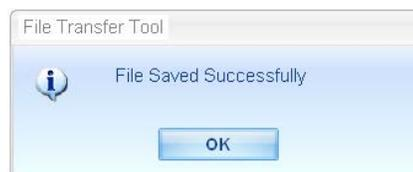

Abbildung 3-11: Dialog bei erfolgreicher Übertragung
9. Nach dem erfolgreichen Abschluss der Dateiübertragung erscheint ein Popup-Fenster (siehe Abbildung 3-11), das die erfolgreiche Übertragung bestätigt. Schließen Sie diesen Dialog durch Klick auf „OK“, um zum Bildschirm **Home** zurückzukehren.